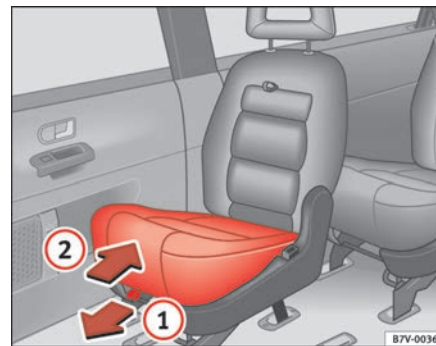

Fig. 40 Asiento integrado para niños: levantar el cojín
⇒ fig. 40 ①.
- Presione el cojín del asiento en el sentido que indica la flecha ② hasta que se encastre. ▶